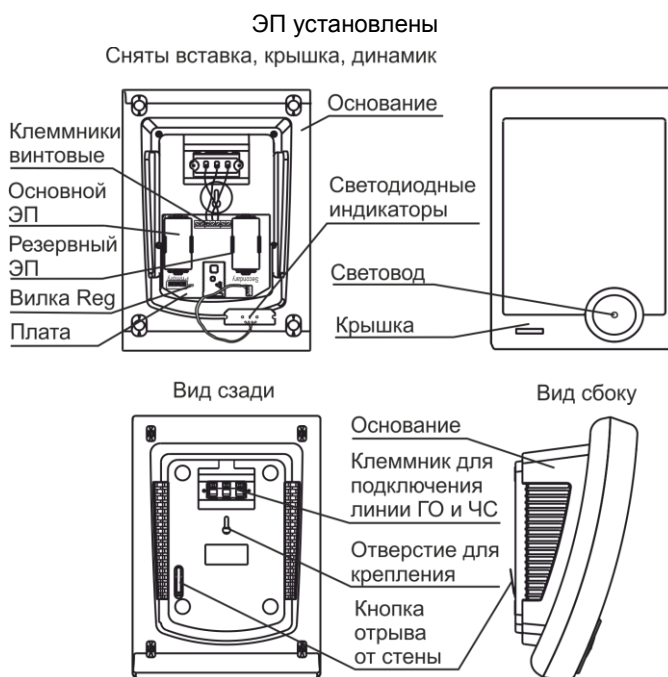

Рисунок 2
4.1 Конструктивно ОПР выполнен в виде блока со съемной крышкой. Внутри блока находится динамик, печатная плата с радиоэлементами и ЭП (рисунок 2).